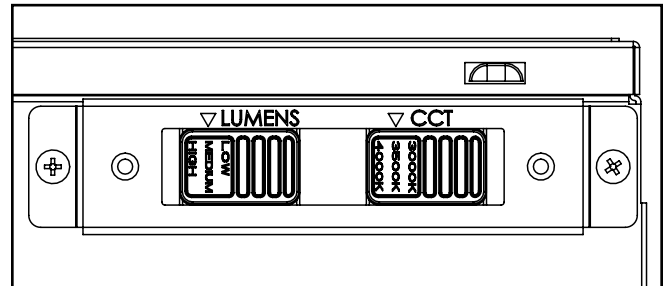

Figura 7.
10. Con la luminaria encendida, utilice el interruptor lumínico y el conmutador CCT (si está equipado) para ajustar el accesorio al nivel de Lumen deseado y CCT (Figura 7). Consulte la etiqueta en la parte superior del controlador para ver los lúmenes y el vataje de cada ajuste.